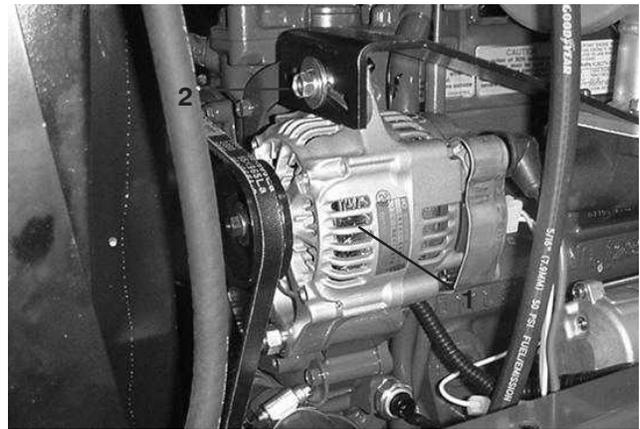

Figure 51
1. État et tension – Contrôlez l'état et la tension de la courroie (Fig. 51) toutes les 150 heures de fonctionnement.